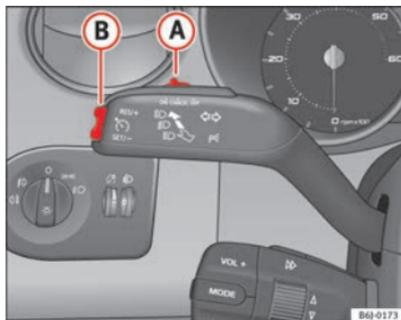

Fig. 120 Palanca de intermitentes y de luz de carretera: mando y tecla basculante para el regulador de velocidad
- Mueva el mando ⇒ fig. 120 (A) hacia la izquierda hasta la posición **ON**.